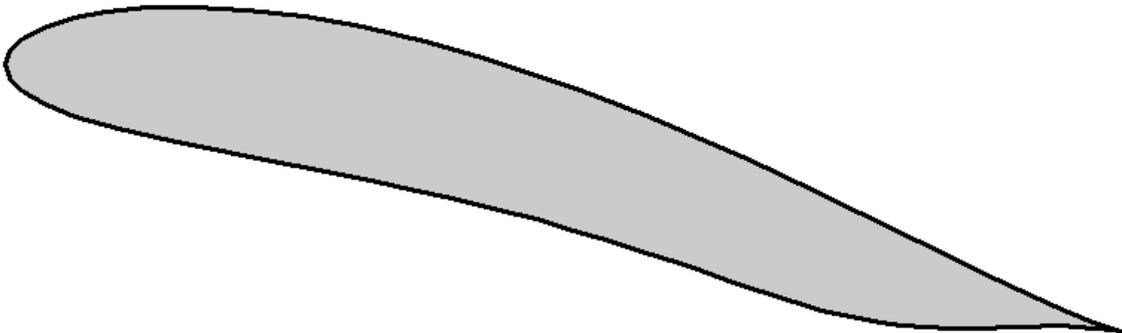

Bild. 1 Optimiertes Flügelprofil Sc.4889.13.4.1036.00
Das in Bild 1 dargestellte Profil ist ein Beispiel eines eindeutig bestimmten, optimierten Flügelprofils. Es ist das einzige Flügelprofil nach der komplex-zahligen Potentialtheorie, das die Kriterien
Die Auswertung der aerodynamischen Eigenschaften des in Bild 1 vorgestellten optimierten Nullmomentenprofils nach der Methode von Professor *Richard Eppler* zeigt:
- eine **große Profilquerschnittsfläche** (Bild 1), die die innere Versteifung großvolumiger Tragflächen vereinfacht.